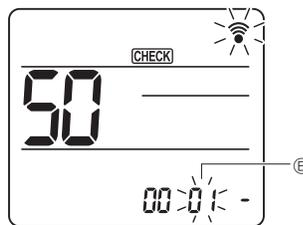

Fig. 6-18
- ③ Auswählen eines Modus
Drücken Sie zum Einstellen der Modusnummer ② die Taste [↓]. (Fig. 6-18)